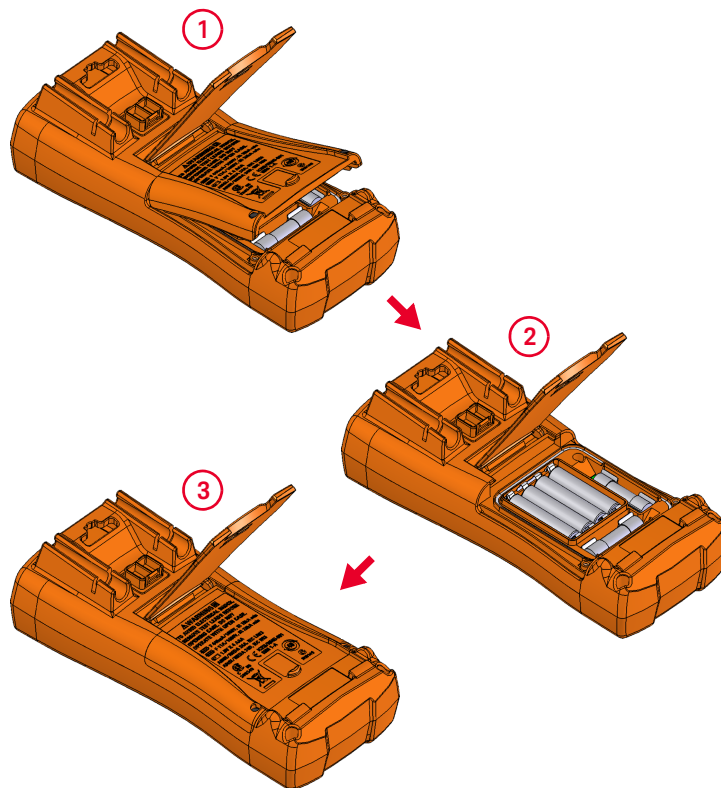

Figura 1-1 Installazione delle batterie
- 1 Aprire il coperchio delle batterie.** Sollevare il supporto inclinato e allentare le viti con un cacciavite Phillips adatto, quindi rimuovere il coperchio della batteria come illustrato in **Figura 1-1**.